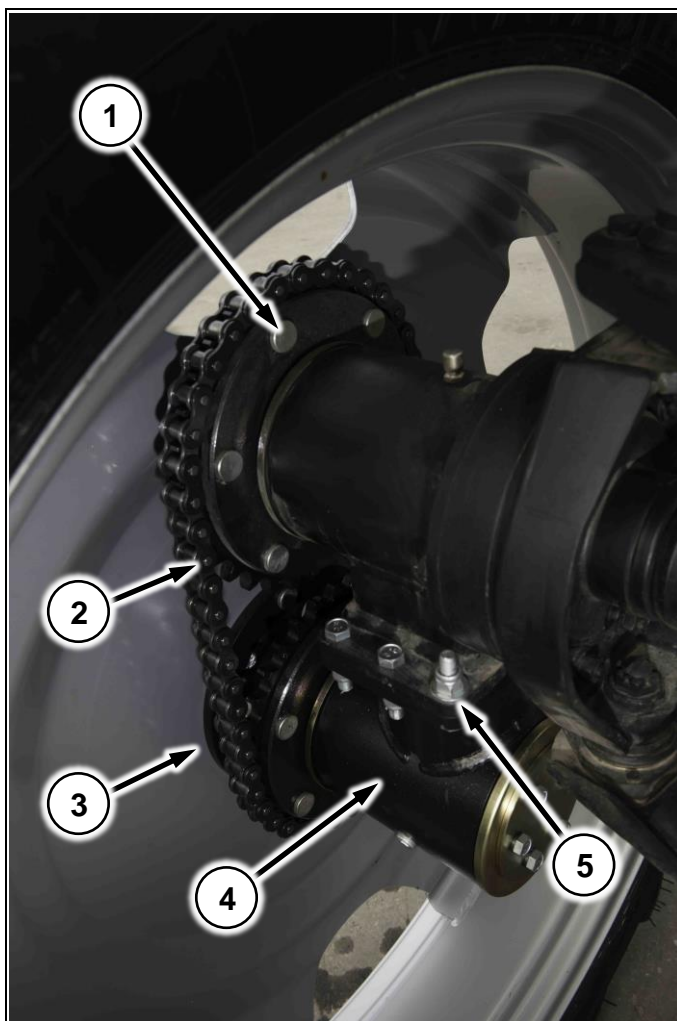

Рис. 170
Служит для увеличения клиренса машины при помощи специальных проставок (Рис. 170/4), которые крепятся к редукторам машины, при помощи болтов (Рис. 170/5), на специальные площадки.
- 1 Прикрутите проставку к редуктору (Рис. 170/5);
- 2 К ступице машины прикрутите звезду (Рис. 170/1), поставляемую в комплекте;
- 3 К ступице проставки прикрутите переходник (Рис. 170/3) для увеличения колеи;
- 4 Соедините редуктор и проставку при помощи цепи (Рис. 170/2)
**Если предполагается эксплуатация машины с увеличителем клиренса – устанавливайте проставки (Рис. 170/4), идущие в комплекте, даже без увеличителя клиренса (на узких колесах). Иначе вы не будете попадать в свою колею!**